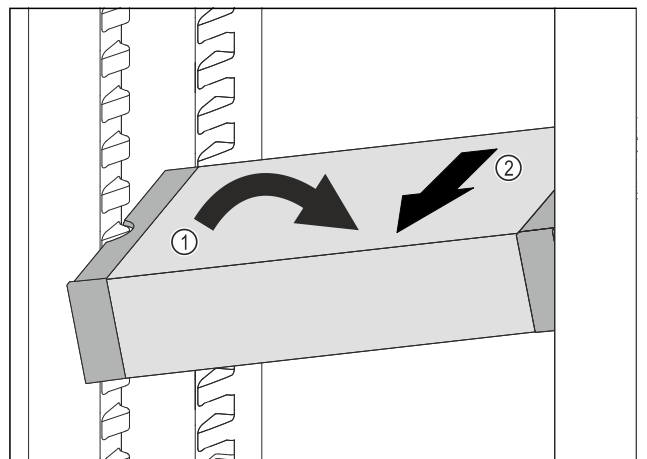

Fig. 102
- ▶ Наклонете VarioSafe в хладилната част. Fig. 102 (1)
- ▶ Извадете VarioSafe напред. Fig. 102 (2)